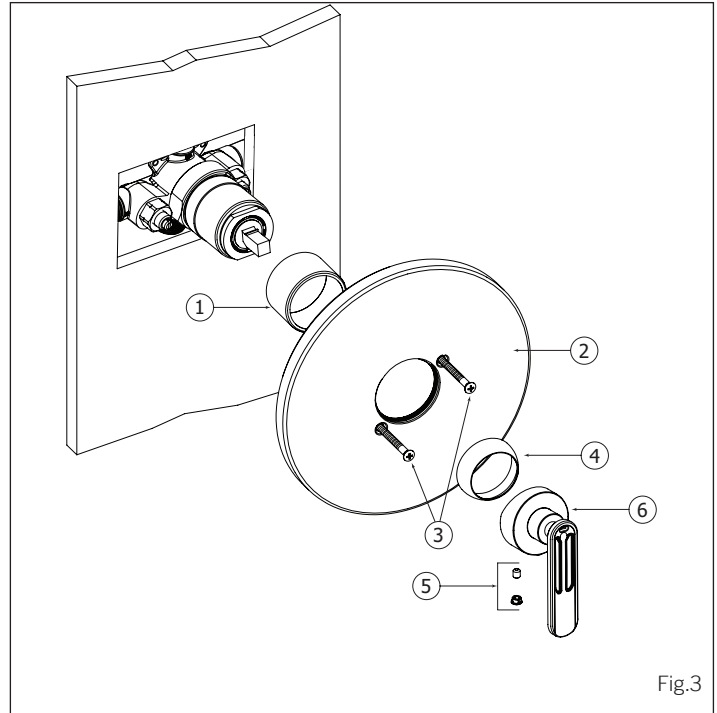

Fig.3
Insert the decorative sleeve (1) onto the cartridge holder (Fig.3), then screw the dome cap (4) onto the valve body.
Insérer l'anneau décoratif (1) autour du manchon (Fig.3). Ensuite, visser le capuchon en dôme (4) sur la valve.